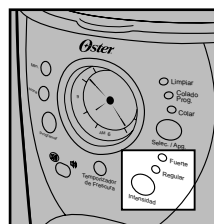

Figura 7
2. Para saborear uma xícara de café mais forte, pressione o botão de intensidade do café INTENSIDAD uma vez. A luz vermelha de intensidade do café forte FUERTE se acenderá. A cafeteira irá manter essa intensidade do café até que a cafeteira seja desligada ou seja mudada outra vez pressionando o botão de intensidade do café Intensidad para selecionar a intensidade regular REGULAR (Figura 7).